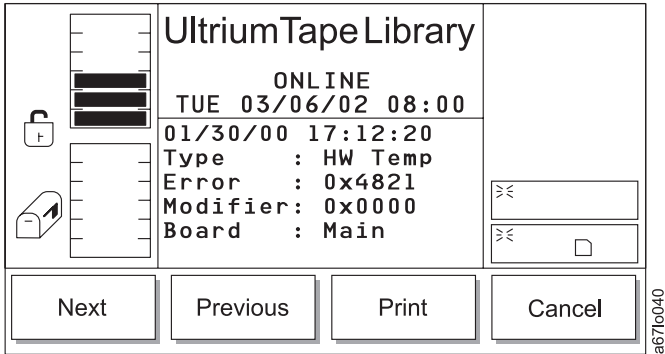

Abbildung 99. Fehlerprotokolldialog
- Wird **Error Log** ausgewählt, erscheint der Fehlerprotokolldialog (siehe Abb. 99 auf Seite 120).
Tabelle 48. Übersetzung von Abb. 99, Fehlerprotokolldialog
- Wird **Cancel** ausgewählt, erscheint der Fehlerprotokolldialog (siehe Abb. 99 auf Seite 120).